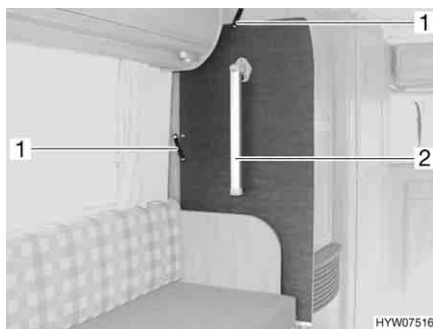

Fig. 28 Tavolo sospeso nel supporto
- Spingere il tavolo sospeso con il piede (Fig. 28,2) all'indietro nel supporto tra la dinette e l'armadio (Fig. 28).
- Fissare il tavolo sospeso con le fascette di ritegno (Fig. 28,1).